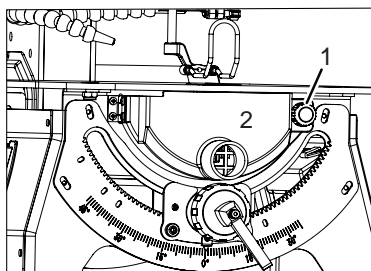

FIGURE 8
1. Desserrez d'abord la poignée (Fig. 8, 1) et pivotez la chute à poussière (2).